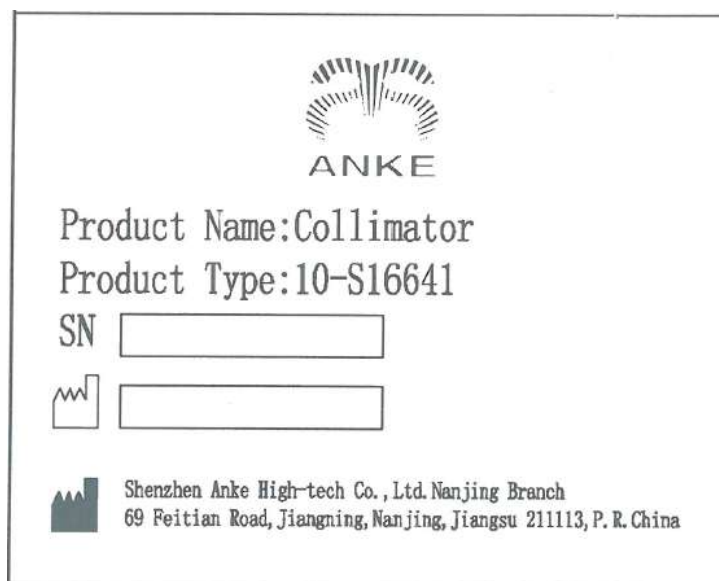

Рисунок2-15 Этикетка коллиматора
10. Рисунок 2-15 является этикеткой коллиматора, нанесенной на коллиматор